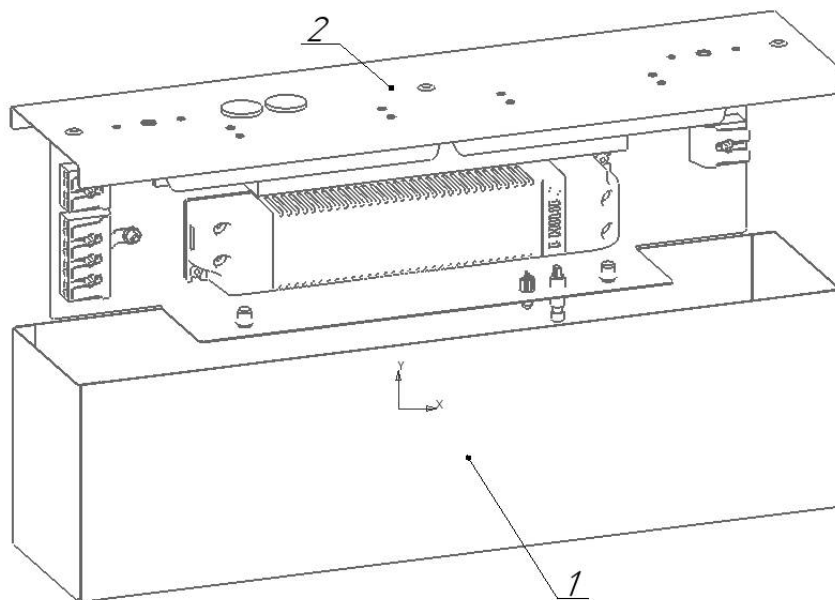

Рисунок 5 - Схема установки отсека источника питания и БАП светильника ДВО18
5.3.4. Снимите крышку отсека источника питания и БАП, открутив 2 винта (см. рисунок 5).